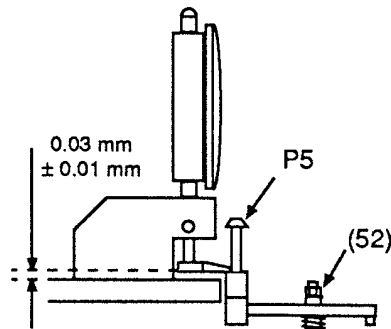

Fig. 32
- Place the Dial Height Gauge as shown in Fig. 32 onto the lower guide collar of the Tape Pull-out Bolt P5 and adjust the nut (52) until the pointer of the Dial Height Gauge indicates $0.03\text{mm} \pm 0.01\text{mm}$.
- Accostare il misuratore al collare inferiore del perno P5 (fig. 32) e ruotare il dado (52) finché il misuratore indica l'altezza prevista ($0,03\text{ mm} \pm 0,01\text{ mm}$).